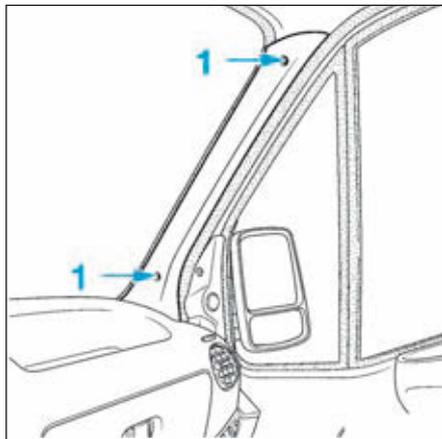

FIG.24
- Déposer les deux vis de fixation (1) (Fig.24) du montant de pare-brise.